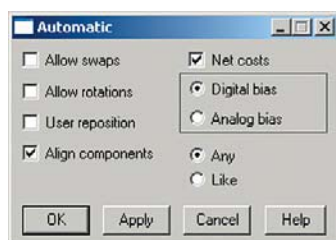

Рис. 14. Настройка процедуры Autoplace
16. В появившемся на экране окне Automatic (рис. 14) выключим опции Allow swaps (разрешать смену стороны платы) и Allow rotations (разрешать поворот) и нажмем кнопки ОК закроем окно.